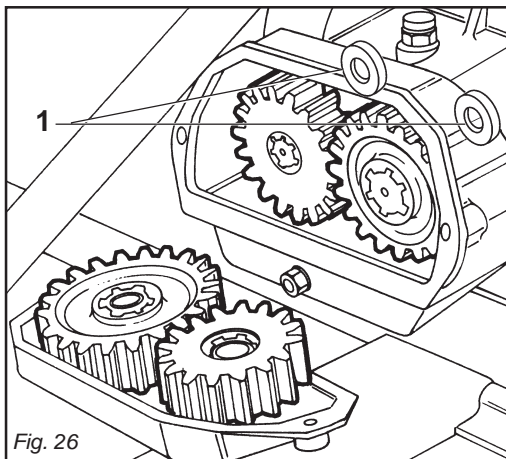

Fig. 26
*Machine are equipped with a gearshift (Fig. 26), with one pair of gears.*
Die Maschine sind mit Wechselgetriebe (Abb. 26), mit einem Räderpaar ausgestattet.
*Les machines sont équipées d'une boîte de vitesse (Fig. 26), avec un couple d'engrenages.*
Las máquinas están equipadas de cambio de velocidad (Fig. 26), mediante un par de engranajes.
**Fare attenzione durante l'operazione a non far cadere i distanziali (1 Fig. 26), all'interno della scatola cambio.**
**While changing gears pay attention that the spacers (1 Fig. 26) fitted behind the gears do not fall in the gearbox.**
**Während sie das Getriebe veraenden, bitte passen sie auf, dass die Distanzialstuecke (1 Abb. 26) hinten den zahnraedern nicht in das Getriebe fallen.**
**Au changement des pignons faire attention que les entretoises (1 Fig. 26) montées derrières les pignons ne tombent pas dans le boîtier.**
**Cuando cambian los engranajes prestan atención que los distanciadores (1 Fig. 26) montados detrás de los engranajes no caen en el cambio.**
La caduta dei distanziali (1 Fig. 26), all'interno della scatola cambio può causare la rottura degli ingranaggi.
*The falling of the spaces (1 Fig. 26) inside the gearbox can cause the braking of the gears.*
Der verfall der Distanzialstücke (1 Abb. 26) kann der bruch der zahnrad.
*La chute des entertoises (1 Fig. 26) a l'intérieur de la boîte de vitesse, peut causer la rupture des pignons.*
La caída de los espaciadores (1 Fig. 26) puede causar la ruptura de los engranajes.